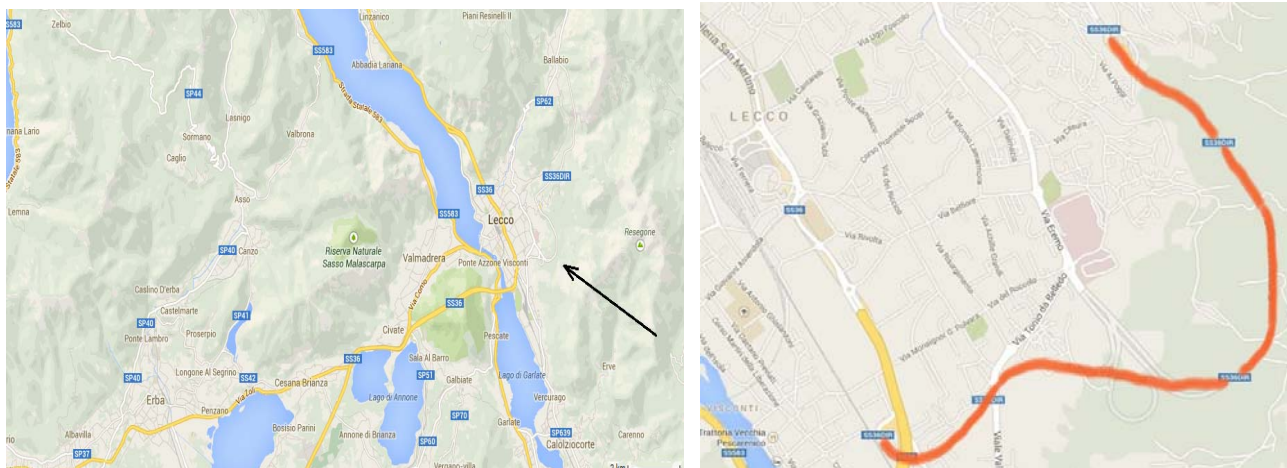

Figure 1: situation du tunnel de Valsassina
Le tunnel de Valsassina est situé sur la route nationale 36 (SS36) entre Milan et Valsassina, sur le territoire de la ville de Lecco d'environ 50.000 habitants (**Figures 1 et 2**). Il a été mis en service en 2006. Deux méthodes de construction ont été employées : (1) tranchée couverte entre la tête de Lecco et l'usine de ventilation de Lecco – (2) méthode traditionnelle à l'explosif entre l'usine de ventilation de Lecco et la tête de Poggi.